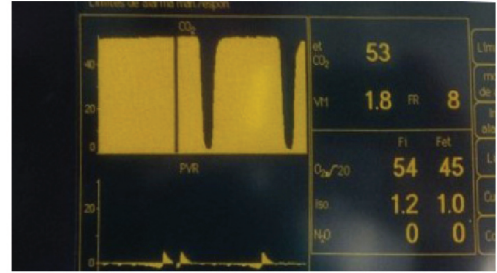

Figura 4.13. Presión negativa inspiratoria, el trazado presión-tiempo es indicativo de ventilación espontánea.
- En **ventilación espontánea**, se observará en este trazado una caída negativa de la presión en la inspiración ($-1/-3$ cm H_2O), seguida de una parte positiva ($+1/+3$) que se refiere a la relajación de los músculos respiratorios para facilitar la espiración (Figura 4.13 y 4.14).